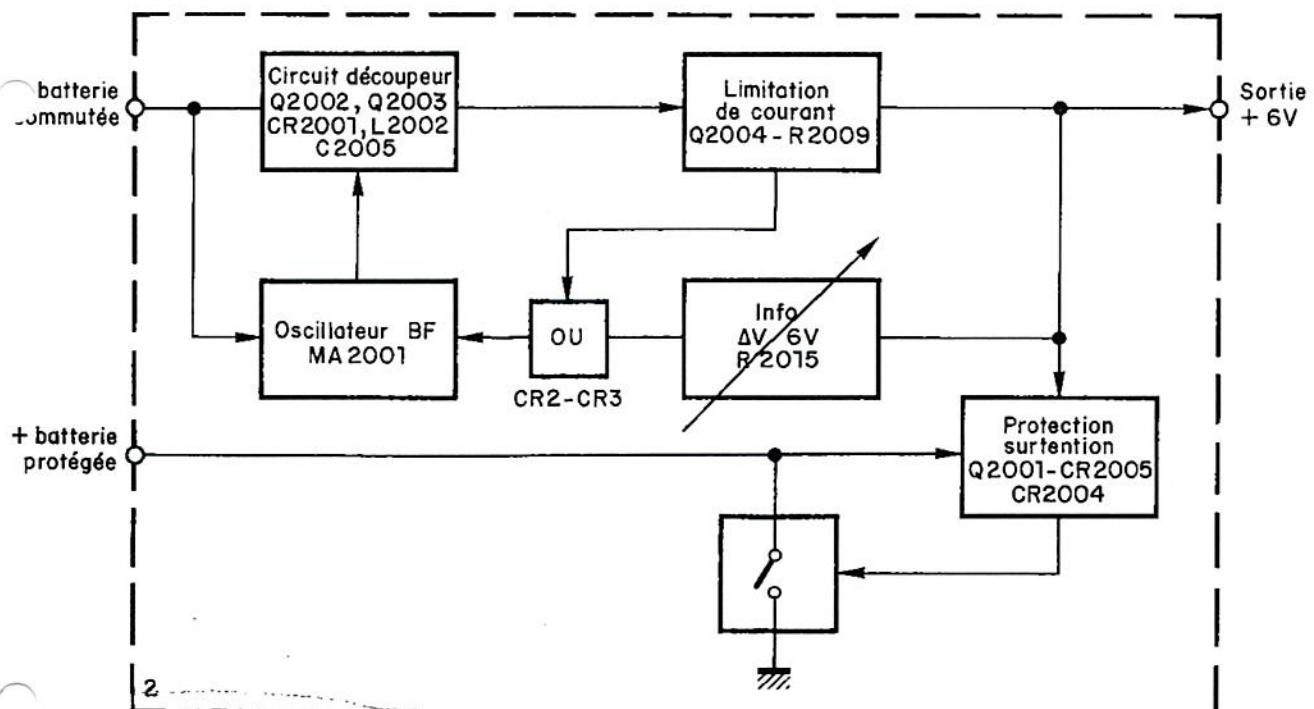

Fig. 2-8 Schéma synoptique simplifié du convertisseur 14,5V/6V
2.5.2 - Convertisseur 14,5 V/6 V (fig. 2-8)